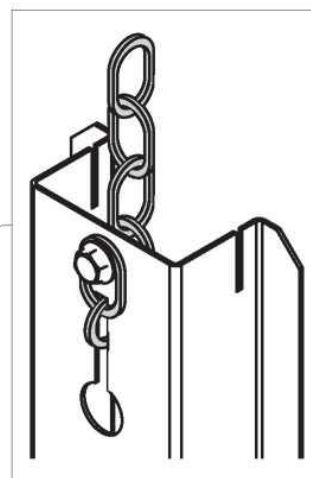

Fig. 4.21 Detaliu fixare lanț
- 2) Se fixează suportul de lanțul de susținere așa cum este prezentat în figura alăturată și se blochează cu un șurub (vezi fig. 4.21).
- 3) Pentru a dimensiona lanțul se va ține seama de greutatea echipamentului prezentată în tabelul 3.7 și nota din fig. 4.21.